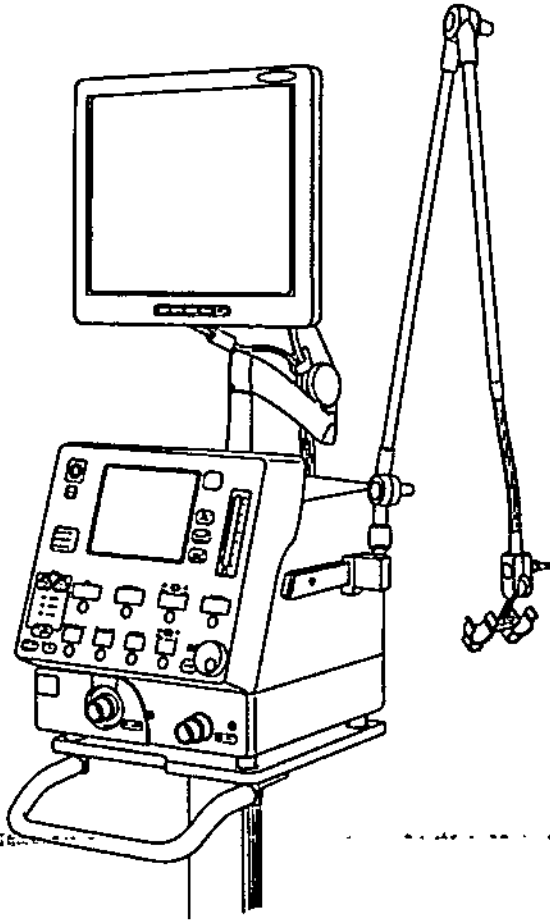

Figura 3-2 Monitor externo
- 5. Opcional: Instale el monitor eterno. Consulte la Figura 3-2